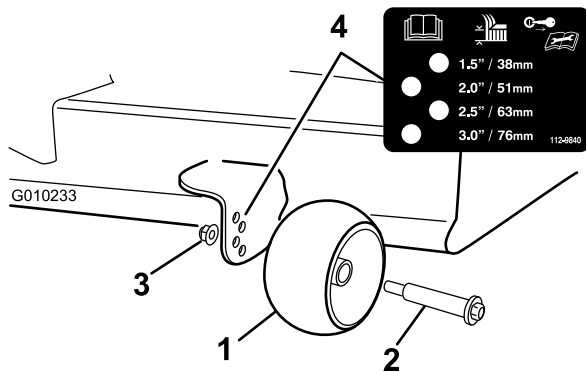

Bild 19
3. Stellen Sie die Antiskalpierrollen so ein, dass sie der nächsten Schnitthöheneinstellung entsprechen (Bild 19).